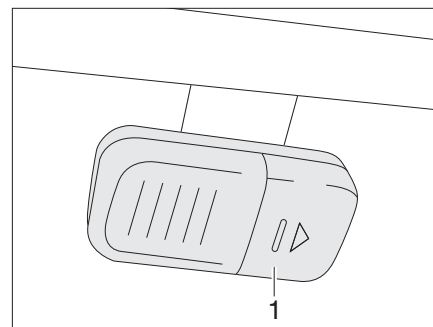

Fig. 176 Lámpara del armario ropero con LED, compartimiento de la batería cerrado
- Deslizar la tapa (Fig. 176,1) en sentido de la flecha.